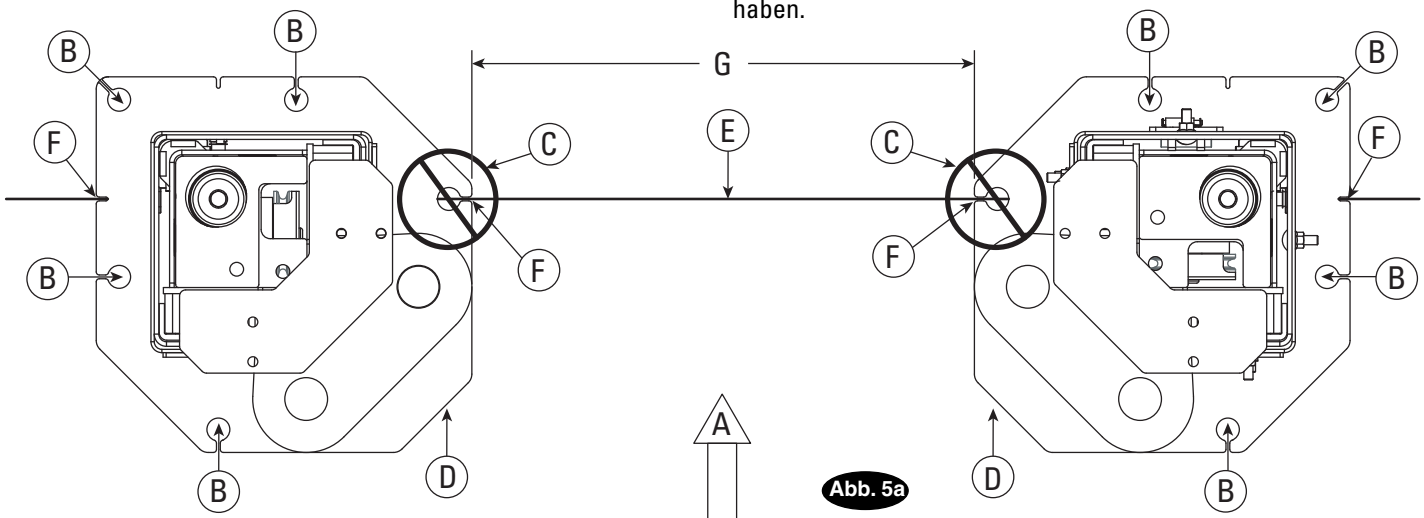

Abb. 5a
zu stellen. Beide Säulengrundplatten-Rückteile müssen flach auf der Mittellinie der Hebebühne liegen. Kerben werden in beide Grundplatte geschnitten, um die Mittellinie der Hebebühne später mit einer Kreidelinie überein zu bringen (Abb.5a).
6. WICHTIG Beide Säulengrundplatten mit den mitgelieferten Hufeisen-Beilagen unterfüttern, bis beide Säulen im Lot stehen (Abb.5a). Wenn eine Säule erhöht werden muss, um in der Höhe zur anderen Säule zu passen, sollten Beilagenplatten in passender Größe verwendet werden (siehe Beilagen-Kit). Erneut überprüfen, ob die Säulen lotrecht stehen. Die Schrauben der Schwerlastanker mit einem Installations-Drehmoment von 200Nm (20,4kg-m) anziehen. Die Beilage darf NICHT DICKER als 13mm sein. Die Säulenverlängerungen ebenfalls lotrecht stellen. Wenn sich die Schrauben der Schwerlastanker nicht auf 200Nm (20,4kg-m) festziehen lassen, Beton unter beiden Säulengrundplatten mit einer 20N/mm² -Betonunterfütterung von 1219mm x1219mm, 152mm Dicke, mit dem Boden bündig abschließen lassen. Beton aushärten lassen, bevor Verankerungen und Hebebühne installiert werden.